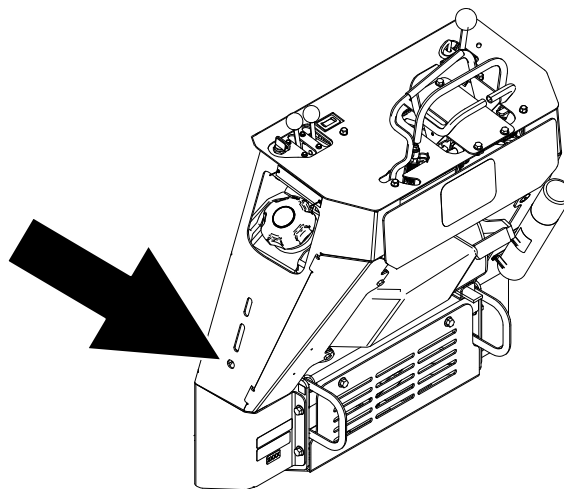

Figura 34
**Nota:** Potete utilizzare una prolunga a cricchetto nel foro illustrato nella Figura 34 per innestare una chiave del filtro dell'olio.